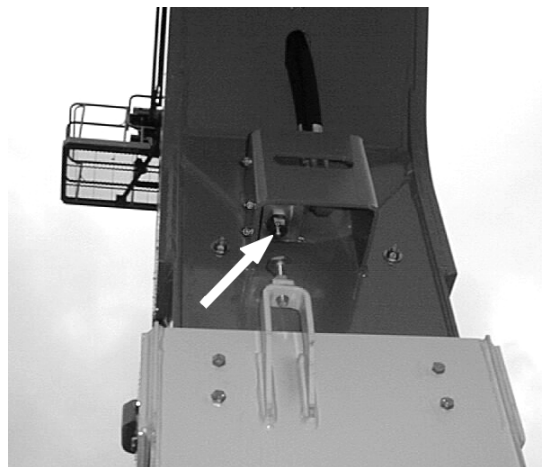

Figura 2-6. Interruptor limitador horizontal de la pluma de torre
- d. Elevar la pluma de base de torre a la altura máxima. Extender la pluma extensible de torre aproximadamente un metro. Revisar que el émbolo del interruptor limitador horizontal en el extremo de la sección de pluma de base de la torre esté completamente extendido. El émbolo se muestra completamente extendido en la Figura 2-6.